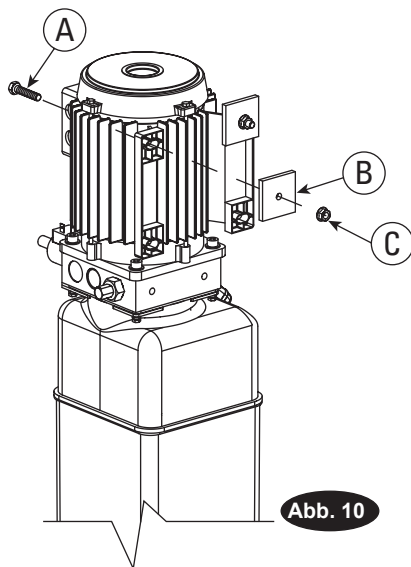

Abb. 10
(2) M8 x 40Lg. HHCS durch die oberen Löcher in der Stromversorgungseinheit stecken (mit Rutschscheibe festhalten) (Abb.10). Angeflanschte M8-Sicherheitsmutter anbringen, bis Schraubenende mit Mutterende fluchtet. Stromversorgungseinheit an die